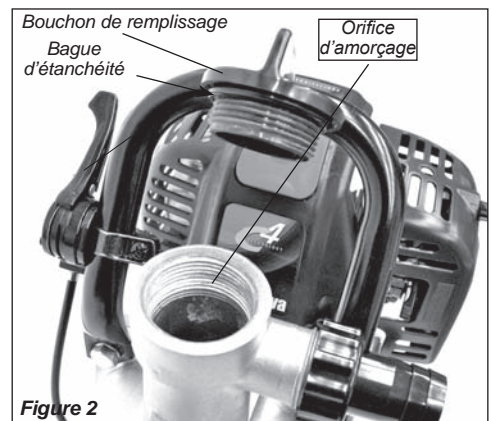

Figure 2
2. Remplir le corps de la pompe par l'orifice d'amorçage (figure 2) avec de l'eau propre jusqu'à ce que l'eau déborde de l'orifice du bouchon de remplissage sur le corps de la pompe.